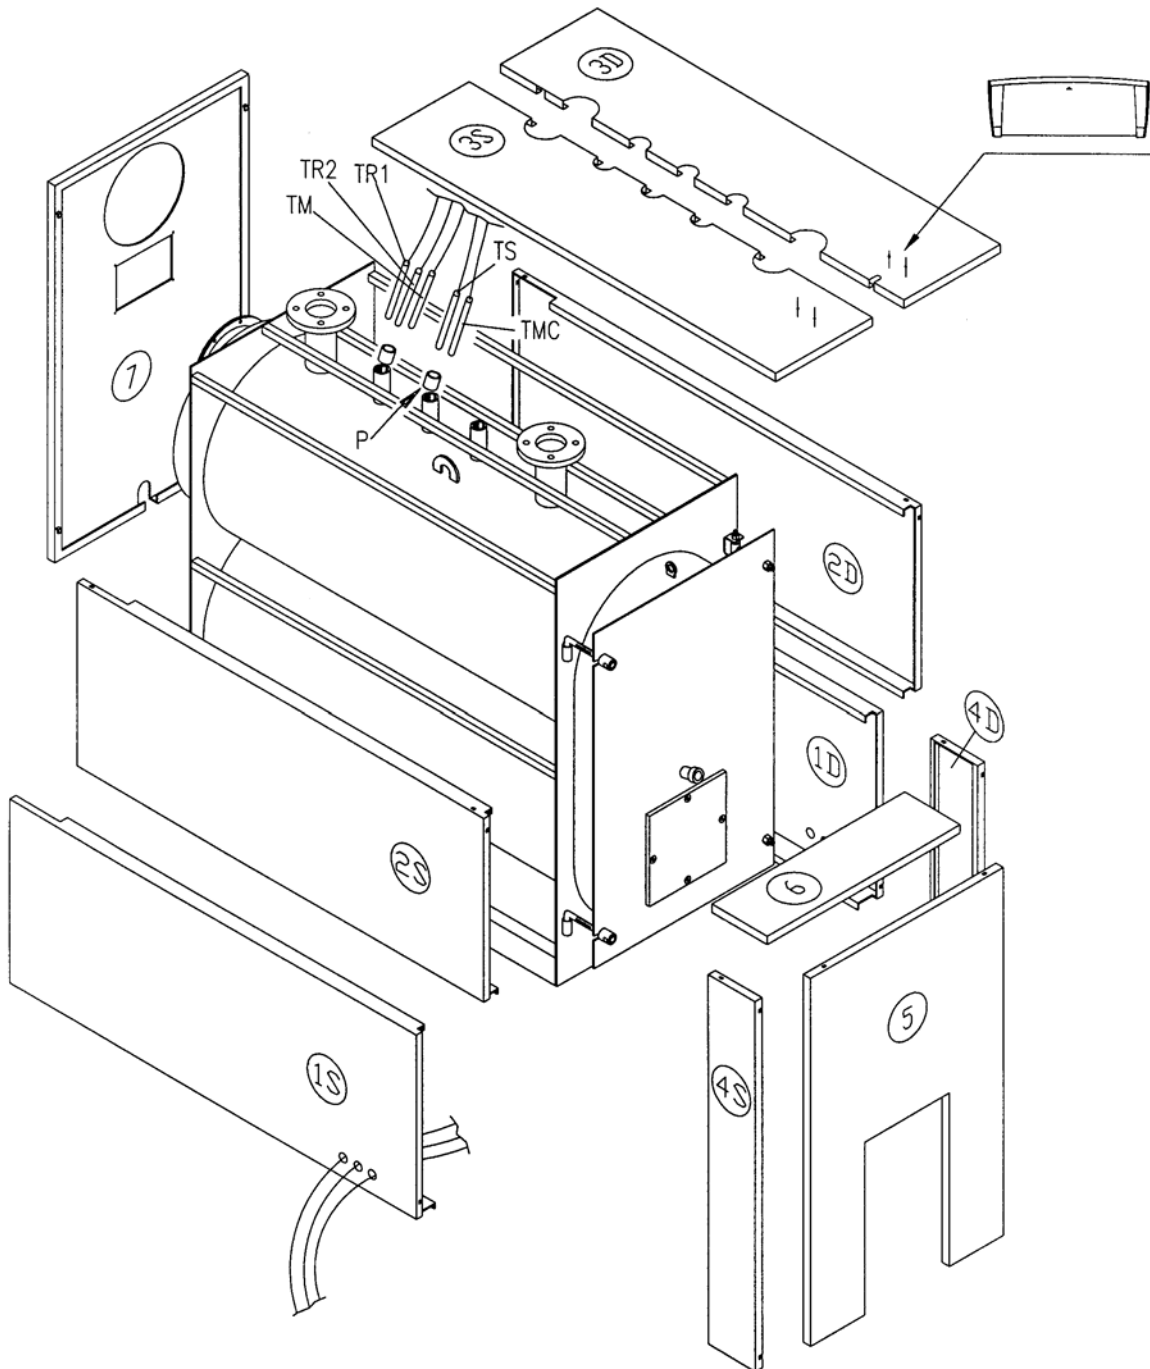

Рис. 12
4.5 ОБШИВКА КОТЛА STR (Рис. 12)
- d) Установить верхнюю панель (3S) на котел; закрепить панель управления на панели (3S); размотать капилляры термостатов и термометра и вставить колбы в футляры (P).
- f) Установить панели (4S) и (4D), прикрепив их к боковым панелям при помощи скоб; установить переднюю панель (5), прикрепив ее к панелям (4S) и (4D). Закрыть обшивку дверцы, прикрепив верхнюю панель (6).
- g) Установить заднюю панель (7), прикрепив к боковым панелям при помощи скоб.